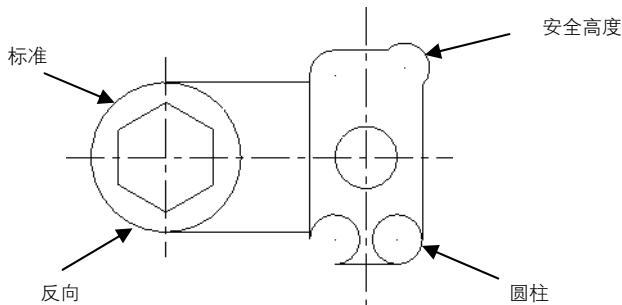

图 3-145 倒圆角的 4 种方式
- 常规：用于选择倒圆角的方式，共 4 种：标准、反向、圆柱和安全高度，如图 3-145 所示。